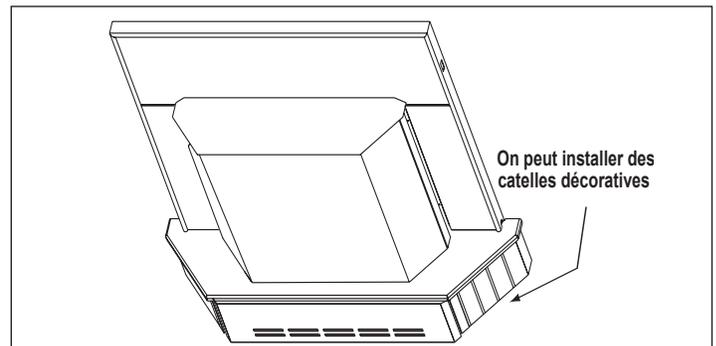

Figure 21.3
3. Mesurez les garnitures frontales et latérales de façon à ce qu'elles soient suffisamment hautes pour recouvrir les mécanismes extensibles et faites une marque au crayon avant de les couper. Coupez la garniture en trop sur le **bord supérieur**, pas le bord inférieur. Le bord est tranchant. Portez des gants pour éviter de vous blesser. **Figure 21.3.**
**REMARQUE :** Vous pouvez découper des carreaux de céramique d'une épaisseur de 9,5 mm (3/8 po) ou un autre matériau similaire et les placer sous la lèvre du bord supérieur de la garniture comme ornement de finition. **Figure 21.3.**